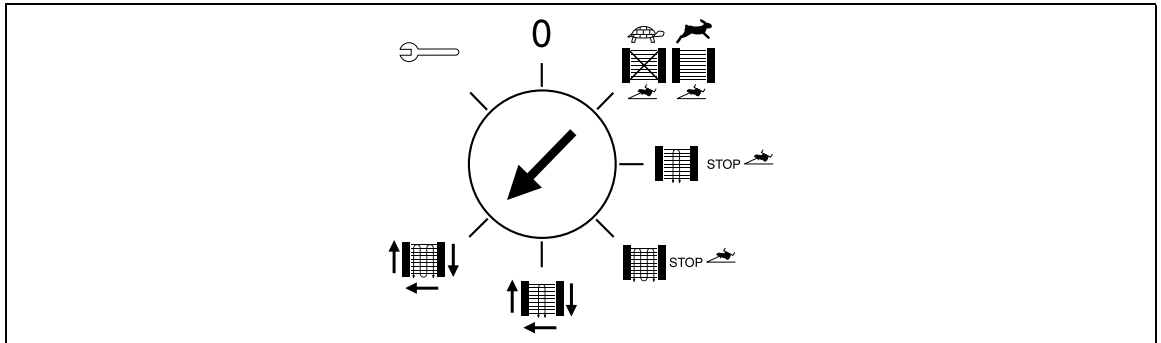

Abb. 7-20 Stellung Programmwahlschalter
- Der Programmwahlschalter befindet sich in Stellung „Arbeitsmodus“ (Abb. 7-20).